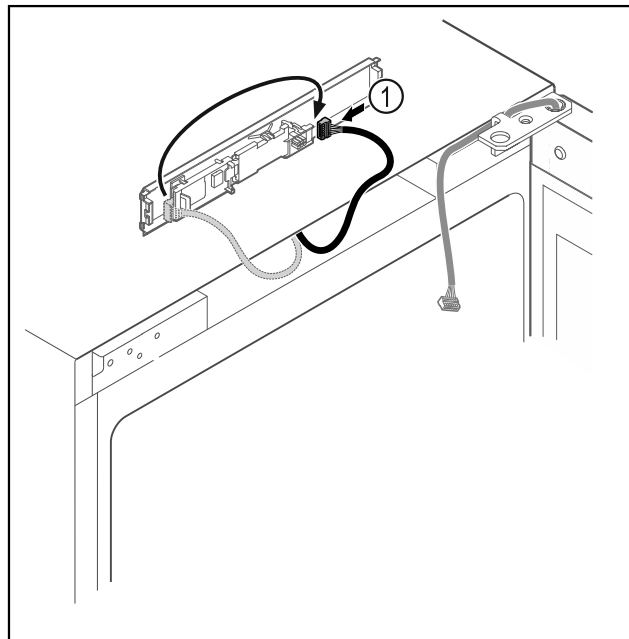

Fig. 14
- ▶ Přepojte zástrčku Fig. 14 (1) na desce.